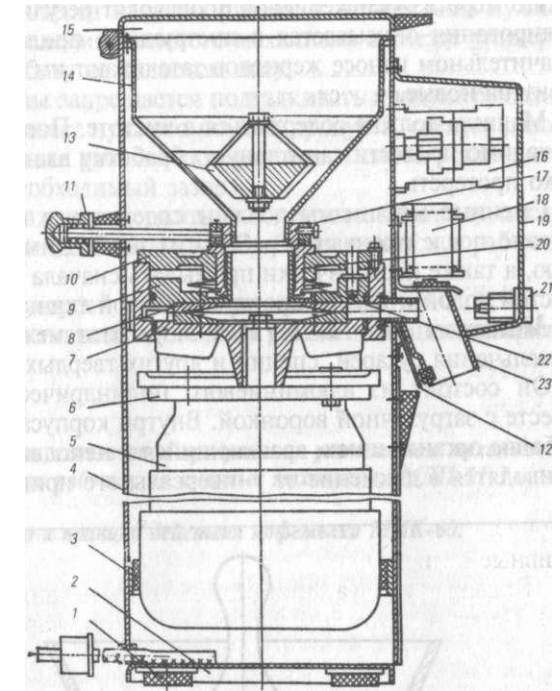

Рис. 5-2. Кофемолка МИК-60.
**Машина МИК-60 (рис.5-2).** Машина предназначена для размолы кофе на предприятиях общественного питания. Она состоит из корпуса, электродвигателя, размолочного механизма, приемного бункера и трубы выгрузки.